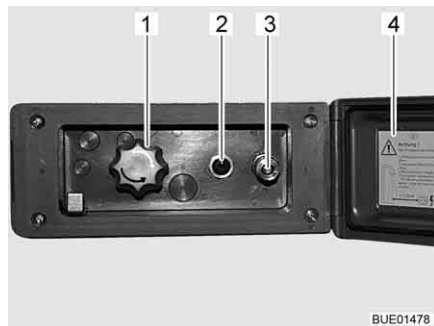

Bild 108 Duschanslutning utsida
- Lås upp och öppna locket (Bild 108,4).
- Anslut ytterduschens slang med snabbkopplingen (Bild 108,3).
- Koppla in vattenpumpen med brytaren (Bild 108,2).
- Ställ in vattentemperaturen enligt önskemål med vredet (Bild 108,1).
- Koppla ur vattenpumpen med brytaren (Bild 108,2).
- Stäng locket (Bild 108,4) och lås det med nyckeln.
- Ställ vredet (Bild 108,1) på mittläget.